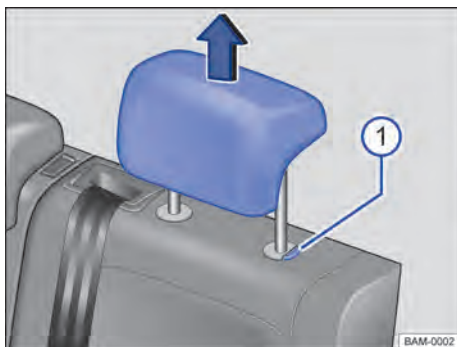

Fig. 66 Apoyacabezas traseros: desmontar.
- Retirar el apoyacabezas con el botón → fig. 66  presionado.
- Empujar hacia abajo el apoyacabezas con el botón → fig. 66  presionado.